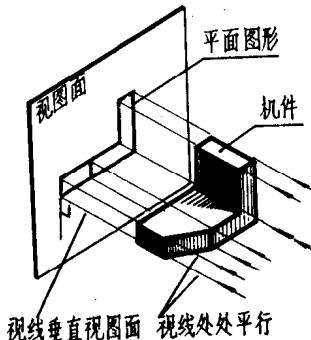
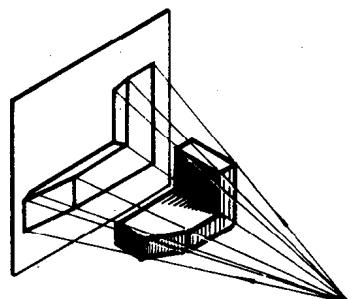

图 1 正确的画法
图 2 不恰当的画法
①画正视图时，观察机件的视线应假定处处平行，而不应以自然视觉去代替，如图1、图2所示。
②视线与视图面必须互相垂直（见图1）。